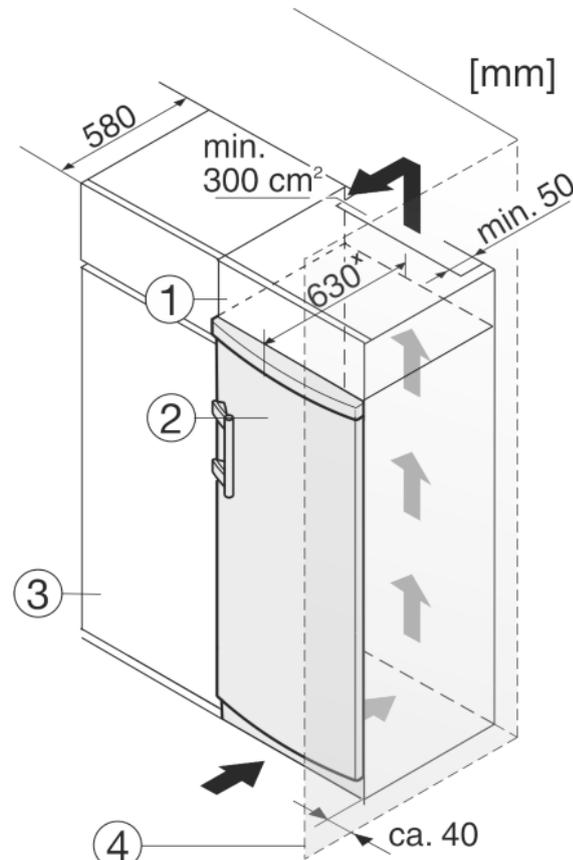

Fig. 10
El aparato se puede rodear de armarios de cocina. Para adaptar el aparato Fig. 10 (2) a la altura de la cocina, se puede instalar un armario Fig. 10 (1) correspondiente sobre el aparato. Si la cocina posee armarios (profundidad máx. 580 mm), el aparato se puede colocar directamente junto al armario de cocina Fig. 10 (3). El aparato sobresale 34 mm × por los lados y 50 mm × en el centro del aparato respecto al frente del armario de cocina.
Si el aparato se instala con las bisagras junto a una pared *Fig. 10 (4)*, la distancia entre el aparato y la pared debe ser de como mínimo 40 mm. Esto equivale al saliente del tirador con la puerta abierta.